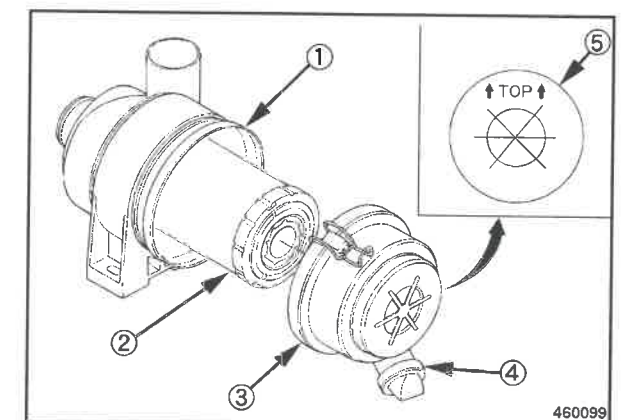

Fig. 96
- In condizioni normali, aprire la valvola di evacuazione (4) (Fig. 96) una volta alla settimana (in ambienti molto polverosi quotidianamente)